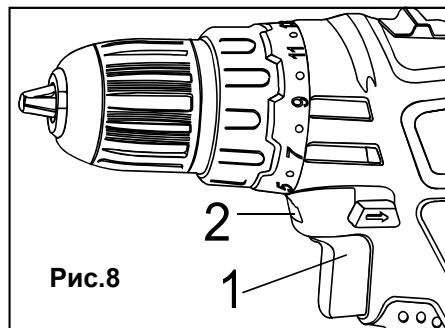

Рис.8
Встроенная подсветка (2) включается автоматически при нажатии кнопки включения (1) (Рис. 8) и автоматически выключается при ее отпускании.